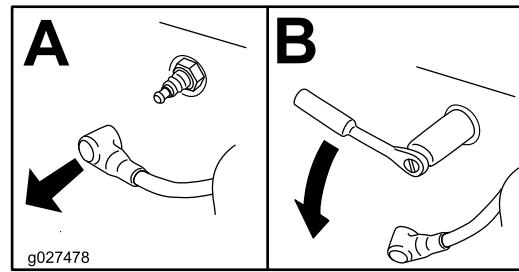

Figura 44
- Rimuovete la candela (Figura 44).